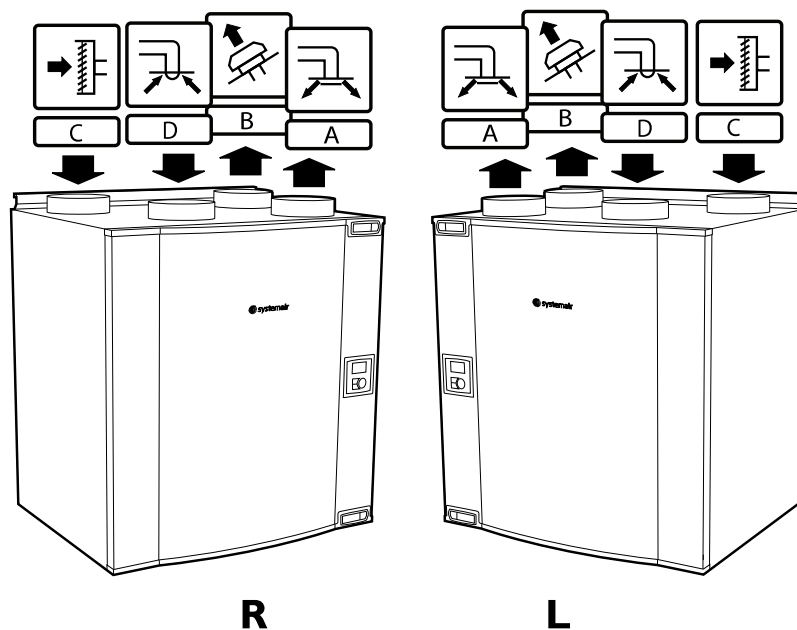

Рис. 1 Правосторонние и левосторонние модели
Вентагрегат SAVEVTC 300 представляет собой рекуперативную вентиляционную установку со встроенным противоточным пластинчатым теплообменником. Существуют правосторонние (R) и левосторонние (L) модели (рисунок 1). Они отличаются местоположением панели управления, которая у правосторонних моделей (R) находится справа, а у левосторонних моделей (L) слева.
Встроенная панель управления находится слева или справа установки VTC 300. Панель управления всегда находится на одной стороне установки вместе с соединениями приточного воздуха (рисунок 1).